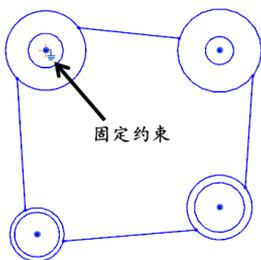

图 3-39 固定约束
(3) 创建固定约束。为保证其余的圆分别与曲线左上角的大圆和小圆等半径，为左上角的大圆和小圆添加固定约束。选择左上角的大圆或小圆，然后选择右键快捷菜单中的“固定”约束，使两个圆的圆心固定，如图 3-39 所示。
(4) 创建等半径约束。首先选择曲线左上角的大圆，再选择右上角的大圆，然后选择